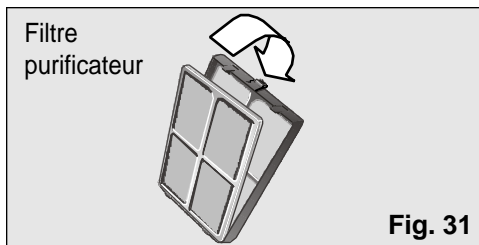

Fig. 31
- Placez le filtre purificateur dans le filtre de base tel que cela est indiqué sur la **Fig. 31**.